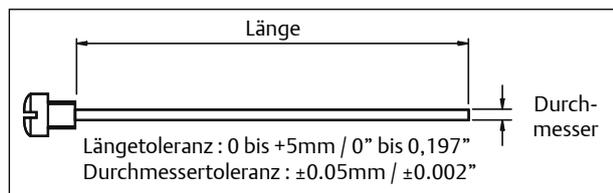

Abb. 6 SAFEKEY Abmessungen
(Kolben bewegen sich nach innen (Abb. 6).
- 3. Schieben Sie eine geeignete Hytork-Rückstellstange durch die Endkappe (Abb.6), und verschrauben Sie sie mit.
- **Für XL 26 bis XL681** den Kolben (20).
7. Nach der ordnungsgemäßen Montage der Endkappen und SAFEKEYS entfernen Sie die Hytork-Rückstellstangen und montieren die Dichtungsschrauben (28) und Dichtungen (29).